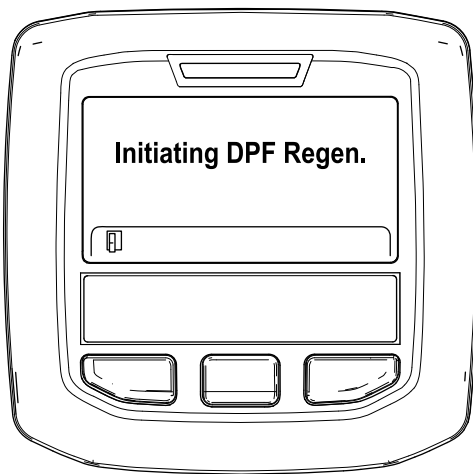

Figura 53
A. Se muestra el mensaje "Initiating DPF Regen." (Iniciando regeneración de DPF) (Figura 53).